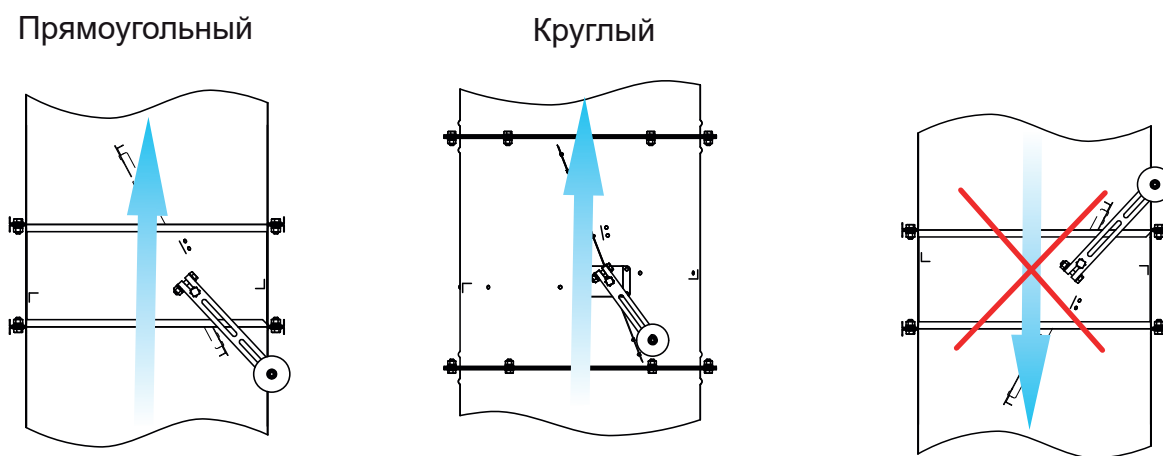

Рисунок 5.2 – Монтаж клапана
5.6 Закрепите клапан к ответным фланцам воздуховода при помощи болтовых соединений (рисунок 5.2). Стяжные скобы рекомендуется устанавливать на фланцы клапанов прямоугольного сечения с длиной стороны более 400 мм, с шагом 200-300 мм. Места соединения фланцев необходимо герметизировать. При монтаже деформация корпуса клапана не допускается.